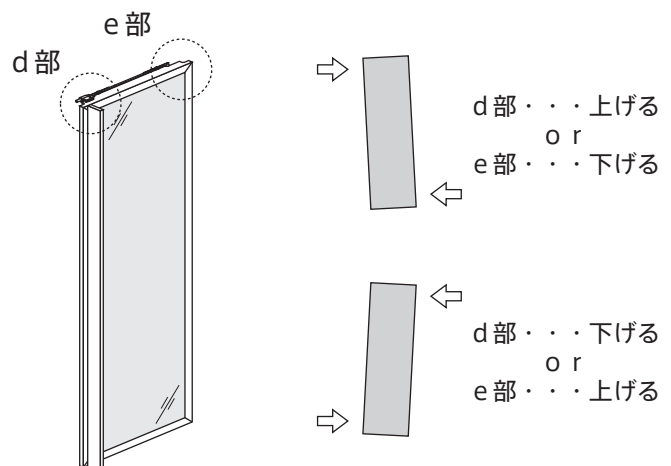

図 3
- ・左右の引き戸とユニット側板のチリをチェックします。図3に示すようにチリは1mmとし、前後の引き戸の枠が重なり合うように、図4の樹脂製ストッパーのネジを＋ドライバーでゆるめ、チリが1mmになるように移動させ、締め付けてください。